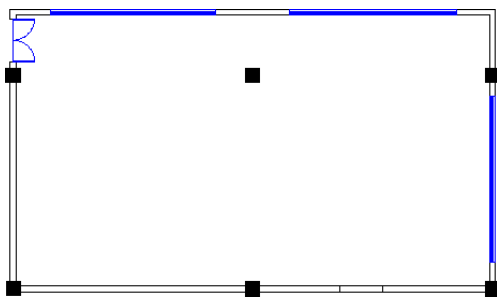

图 17.12.30 绘制直线
Step15. 绘制直线。选择 **绘图(D)** \rightarrow **直线(L)** 命令，绘制图 17.12.30 所示的直线。